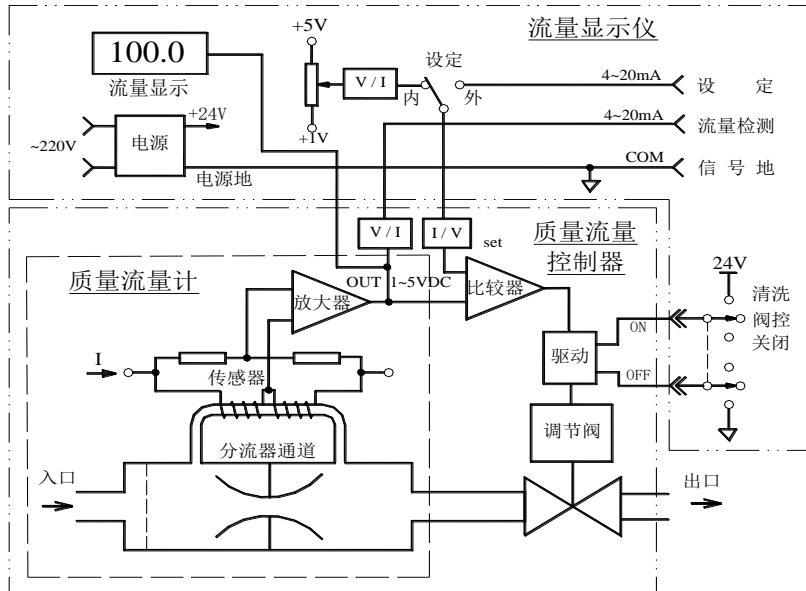
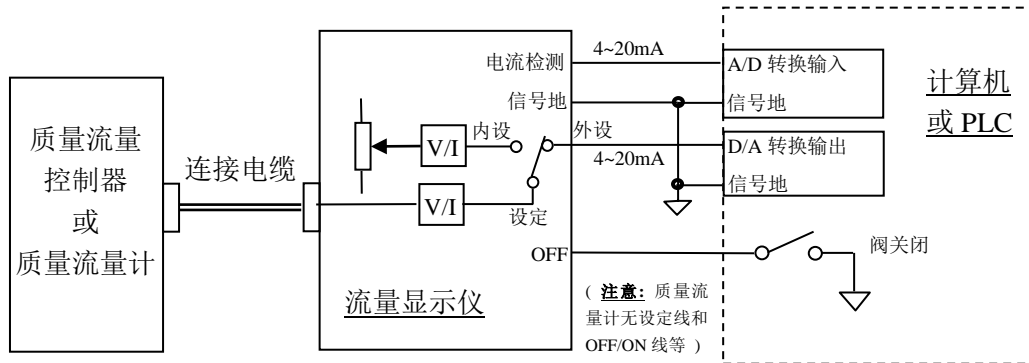
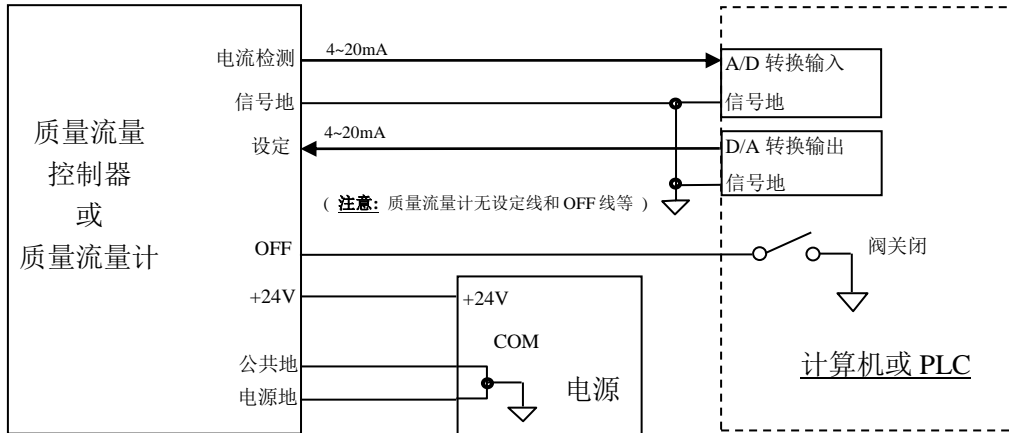

图 3. D07-19F 型质量流量控制器原理图
图 9. 通过流量显示仪与计算机的连接
图 10. 直接与计算机连接的接线方法
流量传感器采用毛细管传热温差量热法原理测量气体的质量流量(无需温度压力补偿)。将传感器加热电桥测得的流量信号送入放大器放大，放大后的流量检测电压与设定电压进行比较，再将差值信号放大后去控制调节阀，闭环控制流过通道的流量使之与设定的流量相等。分流器决定主通道的流量。与之配套的 D08-1K 等单电源流量显示仪上设置有稳压电源, 3 位半数字电压表, 设定电位器, 外设、内设转换和三位阀控开关等。19F 型质量流量控制器与流量显示仪连接后的工作原理如图 3 所示。
a. 通过流量显示仪与计算机(或其它外部信号)的连接方法，见图 9。
b. 流量计直接与计算机连接的接线方法, 见图 10。
参照图 3 和图 9，先将将显示仪上的设定开关打到“外设”位，将阀控开关置于“阀控”位，再启动计算机程序进行工作。
参照图 3 和图 10，在流量计预热稳定以后，即可启动程序进行工作。
参照图 3 和图 9，当 MFC 电缆中的“OFF”线接地时，阀门关闭；当 MFC 电缆中的“阀电压（ON）”线接+24V 时，阀门开到最大，处于清洗状态；当“OFF”和“阀电压”线悬空时，阀门处于自动控制状态。注意应避免“OFF”和“阀电压”线同时动作，如果同时动作，MFC 将处于清洗状态。